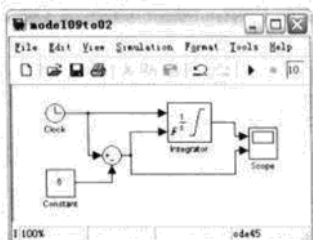
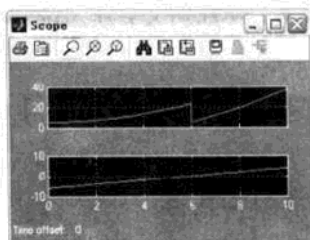

图 9.3 利用上升信号进行复位积分操作模型
图 9.4 结果图
- (1) 构造 Simulink 模型如图 9.3 所示，保存文件为 model09to02.mdl。
- (2) 双击积分模块，在弹出的对话框中在 External reset 下拉列表框中选择 rising 选项，在 Initial condition source 下拉列表框中选择 internal 选项，在 Initial condition 文本框中输入 5，单击 OK 按钮完成设置并关闭参数对话框。
- (3) 运行仿真，在 Simulink 窗口中选择 Simulation | Start 命令，进行系统仿真。
- (4) 查看结果，如图 9.4 所示。